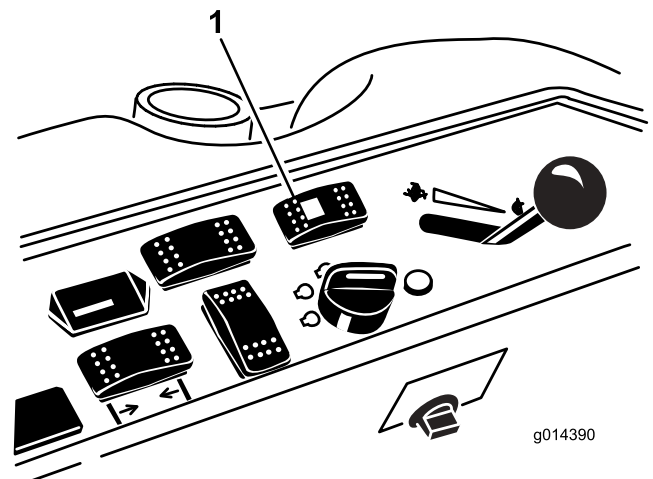

Figura 38
1. Presione el interruptor de selección de la dirección hacia atrás (dirección a cuatro ruedas) (Figura 38).